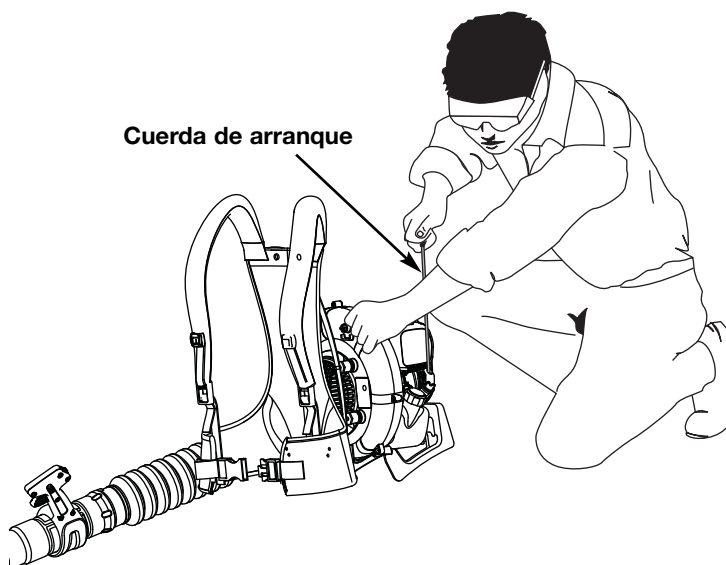

Fig. 16
**ADVERTENCIA:** Evite los arranques accidentales. Colóquese en posición de inicio cuando tire de la cuerda de arranque (Fig. 16). El operador y la unidad deben estar en una posición estable al arrancar la unidad para evitar graves lesiones personales. Para evitar lesiones personales graves, asegúrese de que los tubos de la sopladora estén colocados antes de hacer funcionar la unidad.
5. Colóquese en la posición de arranque y tire de la cuerda de arranque hacia afuera aproximadamente 4 pulgadas, luego tire de ella 4 veces de manera suave y rápida (Fig. 16).